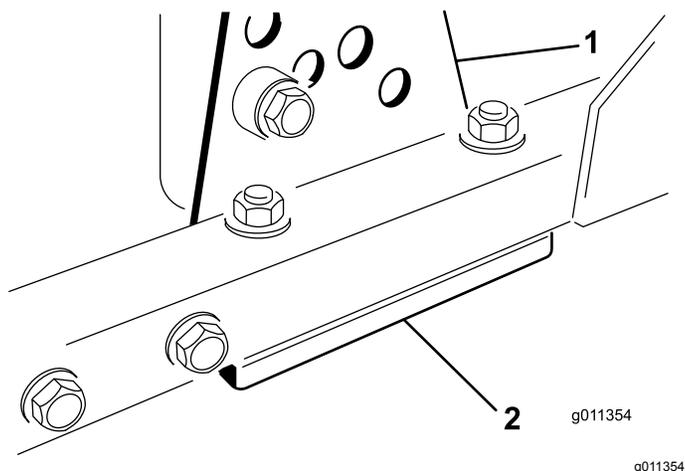

Figura 87
1. Togliete la staffa dell'altezza di taglio (anteriore, sinistra o destra) dal telaio del piatto di taglio (Figura 87).
2. Regolate gli spessori di 1,5 mm e/o 0,7 mm fra il telaio del piatto di taglio e la staffa per ottenere l'impostazione dell'altezza desiderata (Figura 87).